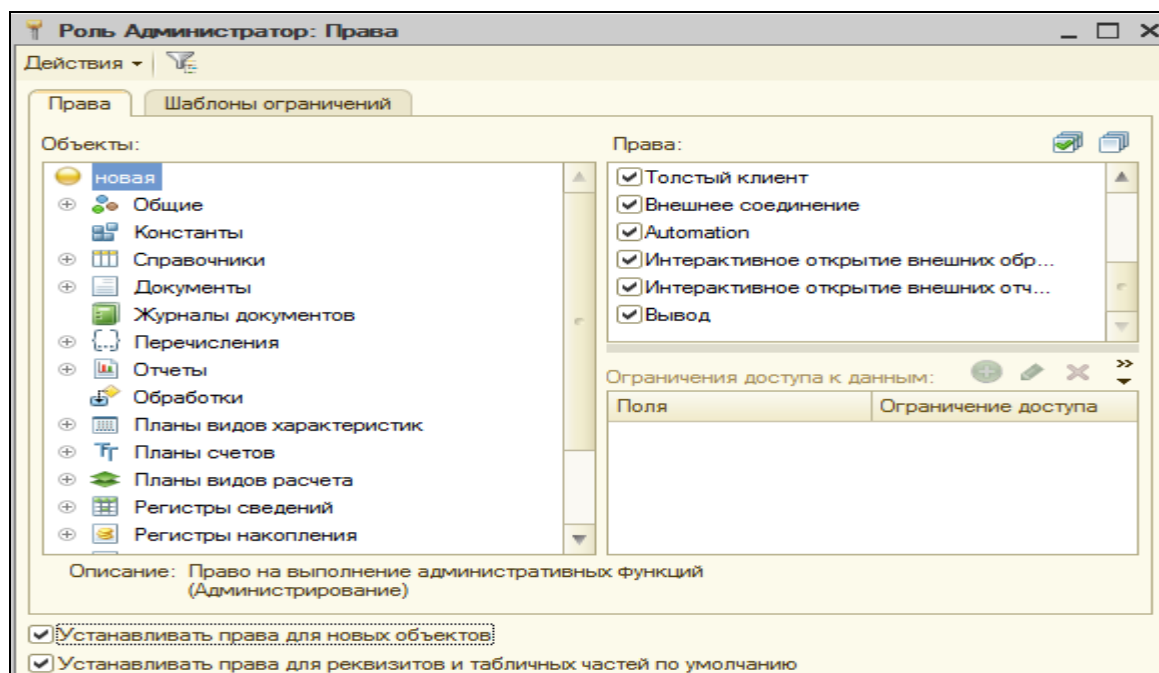

Рисунок 11.1 Окно редактирования прав роли «Администратор»
1. В режиме конфигуратора открыть ветку **Общие**, выбрать правой кнопкой мыши элемент роли, добавить роль **Администратор**. Откроется окно редактирования прав этой роли. Администратор должен иметь права на все объекты и все виды объектов. Для этого выполнить команду **Действия - Установить все права**. (рис.11.1).